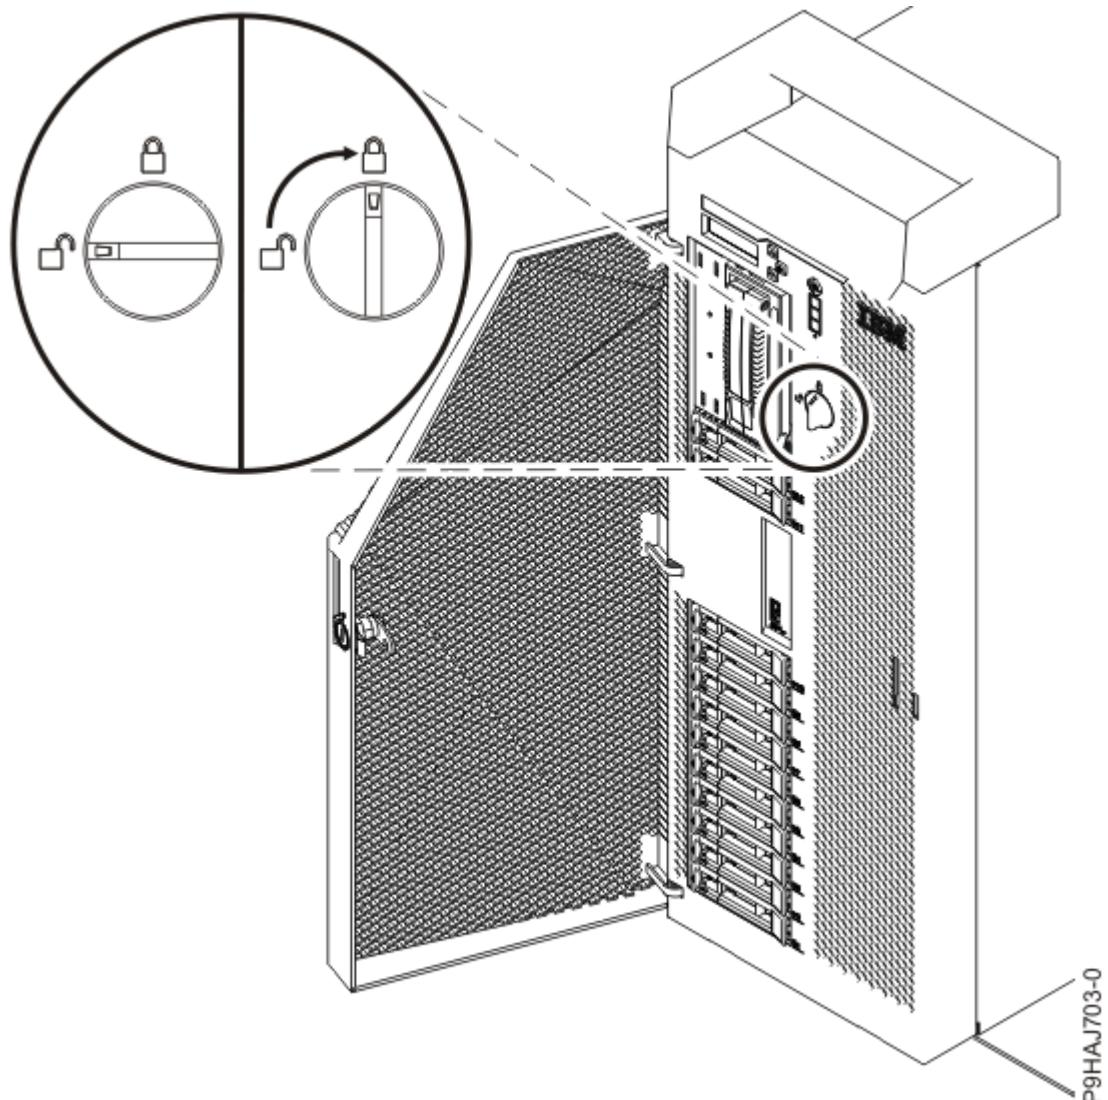

図 14. 前面カバー・ラッチのクローズ
- d) カバー・ラッチを右(時計回り)にひねってカバーをロックします(17 ページの図 14 を参照)。垂直方向がロック状態で、水平方向がアンロック状態です。